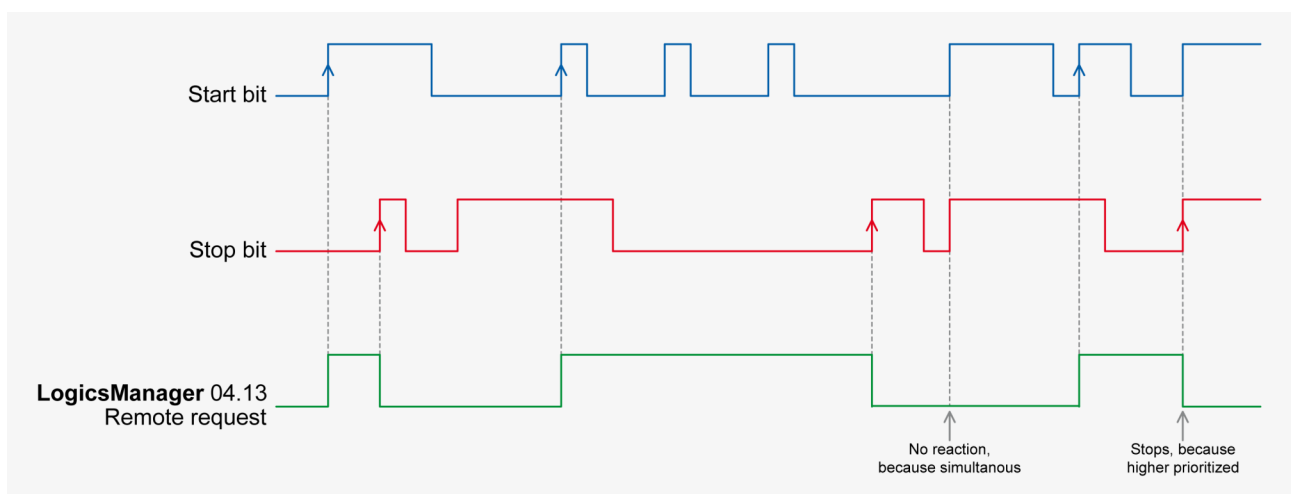

Abb. 259: Eingangsvariable
- Die Eingangsvariable „04.13 Fernsteuer Start“ wird zu „0“ (niedrig) geändert, wenn das Stopbit (ID 503, Bit 1) von „0“ zu „1“ geändert wird (Abb. 259)